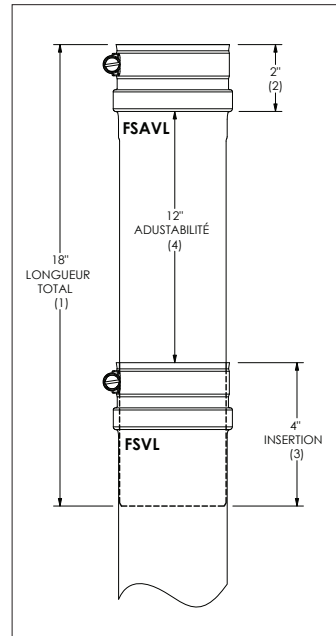

Figure 1 (paroi simple)
Le tuyau d'évent réglable FasNSeal (FasNSeal Adjustable Vent Length, FSAVL) est disponible dans tous les diamètres et permet à l'installateur de régler facilement la longueur verticale ou horizontale d'un système d'évacuation. Il est possible d'éviter de couper ou de percer simultanément plusieurs tuyaux d'évent. Le FSAVL est déjà intégré à la virole murale FasNSeal (FasNSeal Wall Thimble, FSWT). Dans la plupart des configurations du système, ceci donne suffisamment de capacité de réglage pour la portion horizontale du tuyau. Utiliser le FSAVL verticalement pour un réglage facile de la pente minimale exigée de 1/4 pouce par pied. Détails techniques concernant le FSAVL autonome (**voir Figure 1 et 1a**): La longueur totale de tout tuyau d'évent réglable FSAVL est de 18 po (1). L'extrémité femelle (2) mesure 2 po, ce qui laisse 12 po à tasser dans un tuyau d'évent standard. **Le FSAVL doit pénétrer d'au minimum 4 po à l'intérieur d'un tuyau d'évent standard (3) pour garantir une bonne étanchéité et la stabilité structurelle. Ceci laisse donc jusqu'à 12 po de véritable capacité de réglage axial (4).**